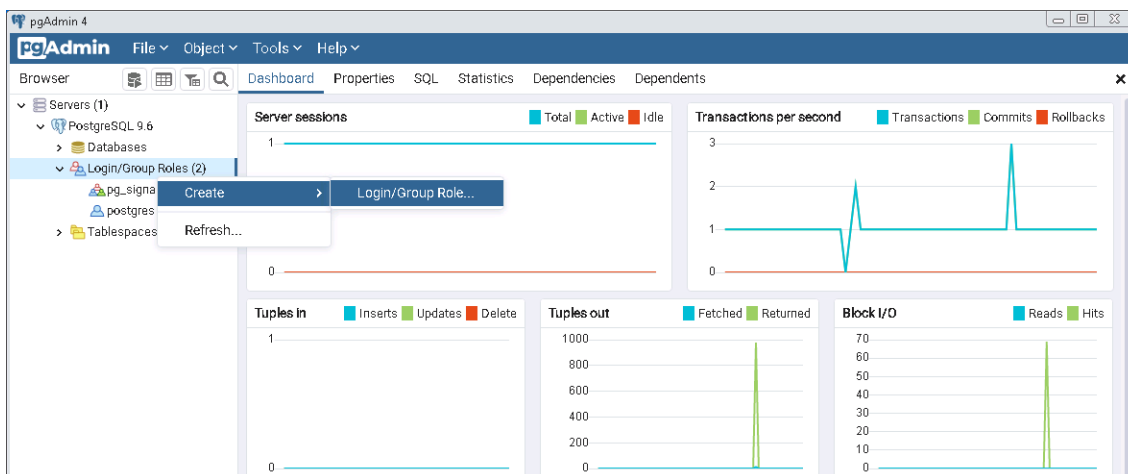

Рисунок 6.13 — Web-интерфейс программы pgAdmin 4
- В браузере объектов (поле слева) найдите группу *Login/Group Roles* и щелкните по названию группы правой кнопкой мыши. В контекстном меню выберите пункт *Create* → *Login / Group Role...* (см. рисунок 6.13).